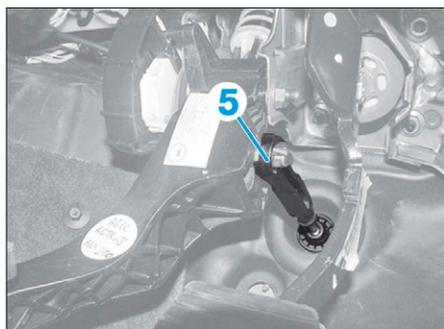

FIG. 21
- Désaccoupler la tige de poussée (5) de la pédale d'embrayage (Fig.21).